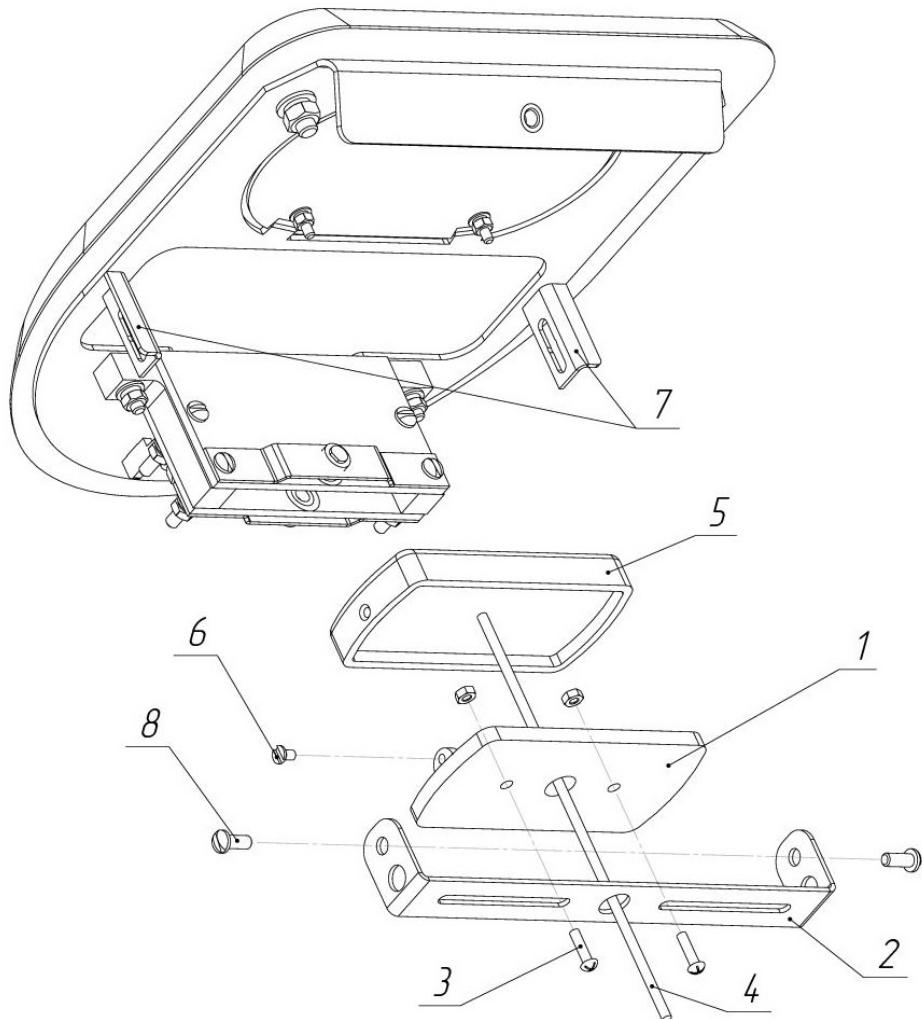
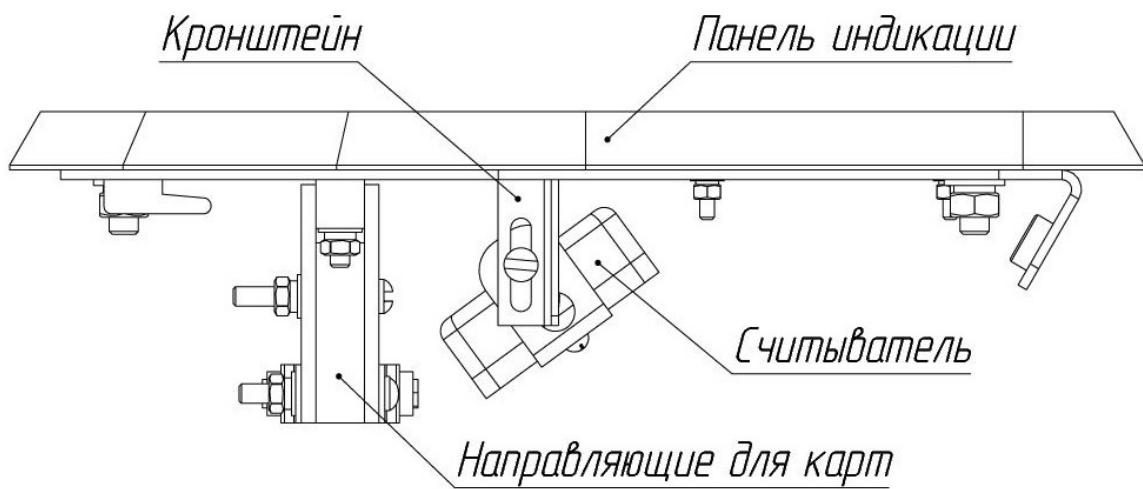

Рис. 18. Схема установки считывателя бесконтактных карт
Рис. 19. Рекомендуемый вариант установки считывателя бесконтактных карт
6.5.3. Выкрутите 2 винта M4 (8, рис. 18) и снимите универсальный кронштейн для считывателей (2, рис. 18).
6.5.4. Разберите считыватель, выкрутив винт М3 (6,рис. 18), и установите его нижнюю часть (1, рис. 18) на кронштейн, используя крепеж (3,Рис. 18).
6.5.5. Заведите кабель считывателя (4,рис. 18) в отверстие кронштейна, установите верхнюю часть считывателя (5,рис. 18). Закрутите винт М3 (6,рис. 18).
6.5.6. Зафиксируйте кронштейн на держателях (7, рис. 18), используя винты М4 (8, рис. 18). Рекомендуется устанавливать считыватель под углом 40...50° к направляющим для карт (рис. 19). В этом случае гостевые и постоянные карты будут считываться одинаково хорошо.